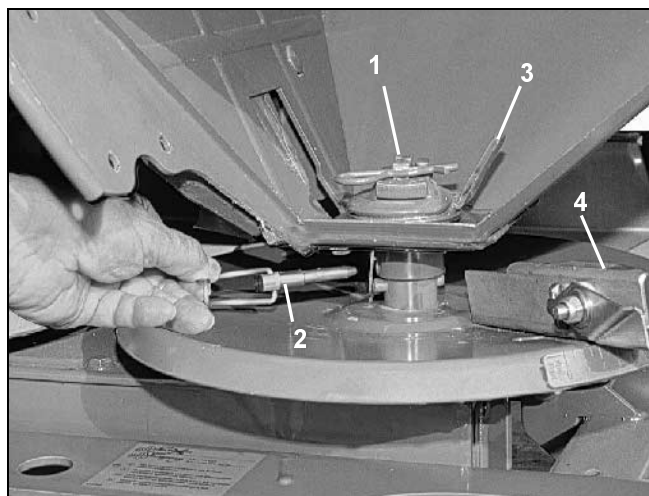

Fig. 39
- Voor het uitschakelen van de roerkop (Fig. 39/1) moet de snelkoppelpen (Fig. 39/2) onder de betreffende trechteruitloop worden verwijderd.
Als men de roerkop weer inschakelt, beslist er op letten dat de vinger (Fig. 39/3) van de roerkop naar de korte strooi- schoep (Fig. 39/4) wijst.